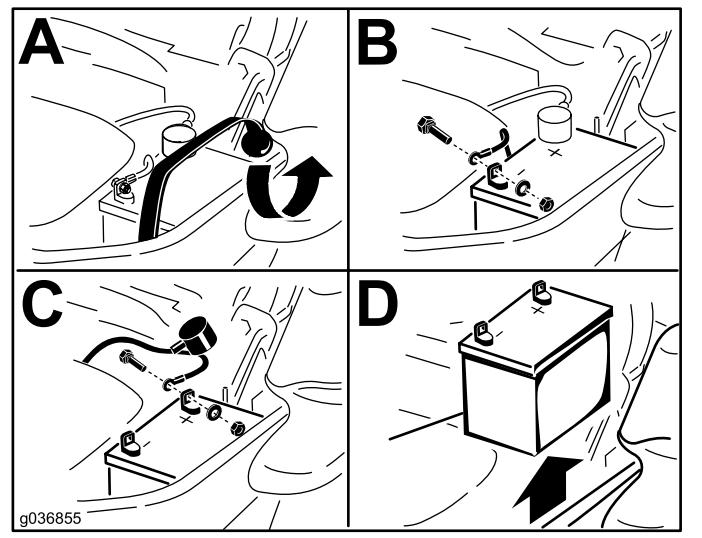

Рисунок 50
- Снимите аккумулятор, как показано на Рисунок 50.
1. Установите аккумулятор в лоток так, чтобы клеммные штыри были расположены на противоположной стороне относительно гидравлического бака (Рисунок 50).
4. Закрепите кабели 2 болтами, 2 шайбами и 2 контргайками (Рисунок 50).
6. Закрепите аккумулятор с помощью резиновой ленты (Рисунок 50).